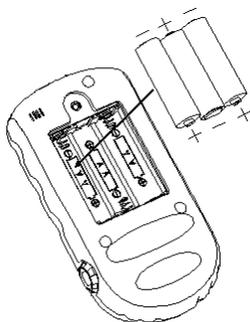

Figura 3
2) Prestando attenzione alla polarità, inserire tre batterie AA nell'alloggiamento, come mostrato in figura 3.